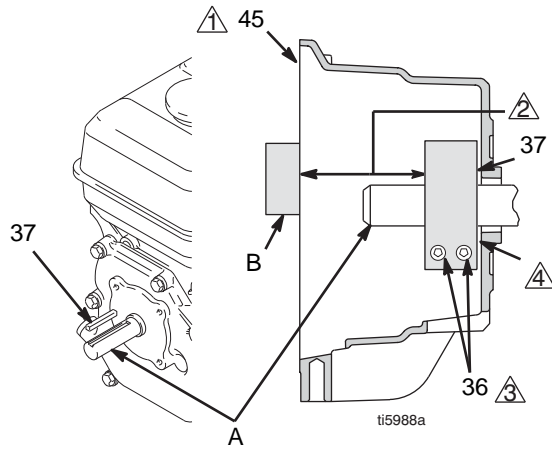

FIG. 10
3. FIG. 10. Rovesciare il motore su un lato in modo che il serbatoio si trovi in basso e il filtro dell'aria in alto.
4. FIG. 10. Allentare le due viti (36) sul morsetto (38),
5. Spingere il cacciavite nell'alloggiamento del morsetto (38) e rimuovere il morsetto.
1. FIG. 10. Installare la chiave dell'albero del motore (37)
2. Spingere il morsetto (38) sull'albero del motore (A). Mantenere le dimensioni mostrate nella nota 2. La smussatura deve essere rivolta verso il motore.
3. Verificare le dimensioni: Posizionare una barra di acciaio diritta, rigida (B) attraverso la parte frontale del corpo della frizione (45). Utilizzare un dispositivo di misurazione accurato per misurare la distanza tra la barra e la parte frontale del morsetto. Regolare il morsetto come necessario. Serrare le due viti (36) fino a  $14 \pm 1,1$  N.m ( $125 \pm 10$  in-lb).